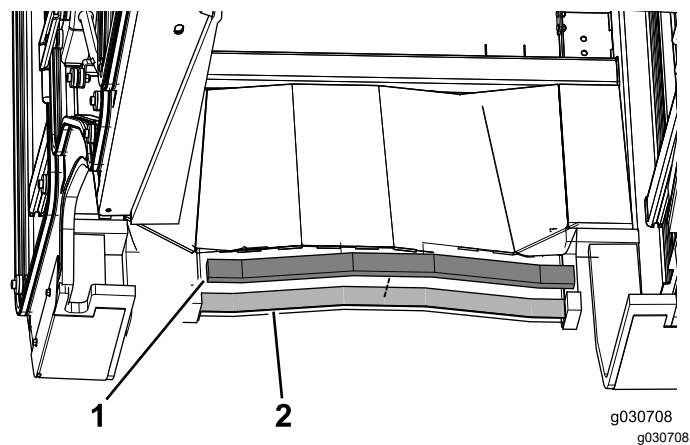

Рисунок 17
3. Установите задний уплотнитель из пеноматериала на заднюю часть кабины в сборе (Рисунок 17).